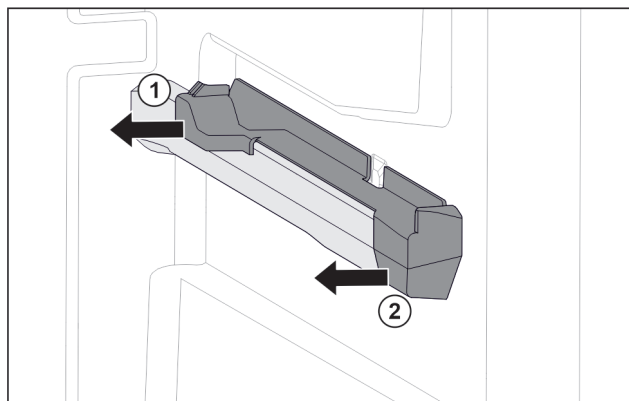

Fig. 61 Élément emboîtable sur la nervure de récipient droite
- Le retirer sur le côté par l'arrière. Fig. 61 (1)
- Le retirer sur le côté par l'avant. Fig. 61 (2)